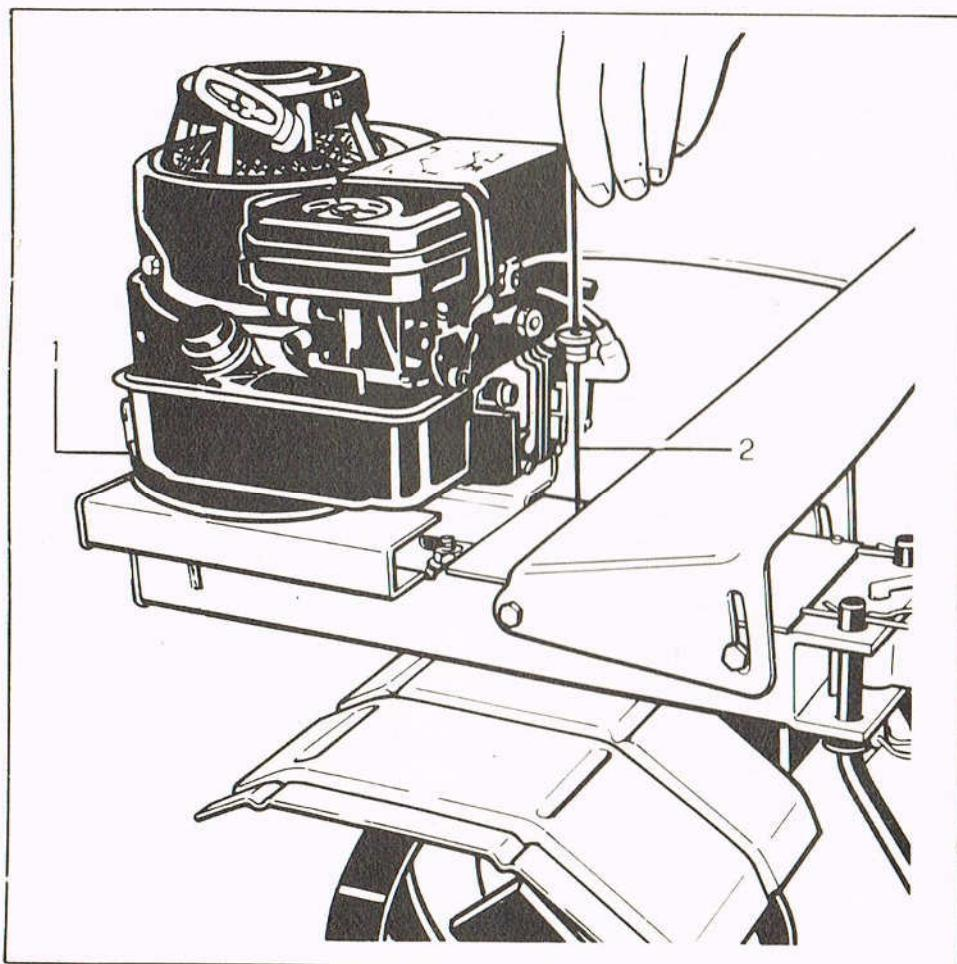

Fig. 12
Attenzione — (Per i motori a 4 tempi) La motozappa viene consegnata con il motore senza olio. Riempire il serbatoio finché l'olio inizia a traboccare, capacità circa 0,500 kg (vedere fig. 12, particolare 1). Usare olio tipo MULTIGRADE con viscosità 10 + 40 W.
Verificare il livello dell'olio prima dell'avviamento del motore. Il livello dell'olio deve essere compreso fra i limiti MIN e MAX ricavati sull'apposita asta (vedere fig. 12, particolare 2).
Ogni 60 ore di lavoro — sostituire l'olio. Togliere l'astina di livello (vedere fig. 12), capovolgere la motozappa e quindi lasciare sgocciolare per almeno dieci minuti.
Attention — The motor-hoe is delivered without oil in engine. Replenish tank until oil overflows. Capacity 0.500 kg approx. (see fig. 12, item 1). Use oil type MULTIGRADE viscosity to be 10 - 40 W.
Check for oil level before starting engine. Oil level should be found within marks MIN and MAX on oil stick (see fig. 12, item 2).
Attention — La motohoue est livrée sans huile au moteur. Remplir jusqu'à ce que l'huile commence à déborder. Capacité 0,500 kg environ (voir 1, fig. 12). Utiliser de l'huile type MULTIGRADE, viscosité 10 à 40 W.
Vérifier le niveau de l'huile avant le lancement. Le niveau doit se trouver entre les limites MIN et MAX indiquées sur la jauge à huile (voir 2, fig. 12).
Achtung — Die Motorhacke wird mit Motor ohne Öl geliefert. Den Behälter füllen bis das Öl beginnt überzulaufen. Behälterinhalt ca. 0,500 kg (siehe Bild 12, Detail 1). Öl MULTIGRADE mit Viskosität 10 - 40 W verwenden.
Olstand vor dem Motoranlass prüfen. Der Olstand muss zwischen den Grenzen MIN und MAX auf dem betreffenden Olmessstab liegen (siehe Bild 12, Detail 2).